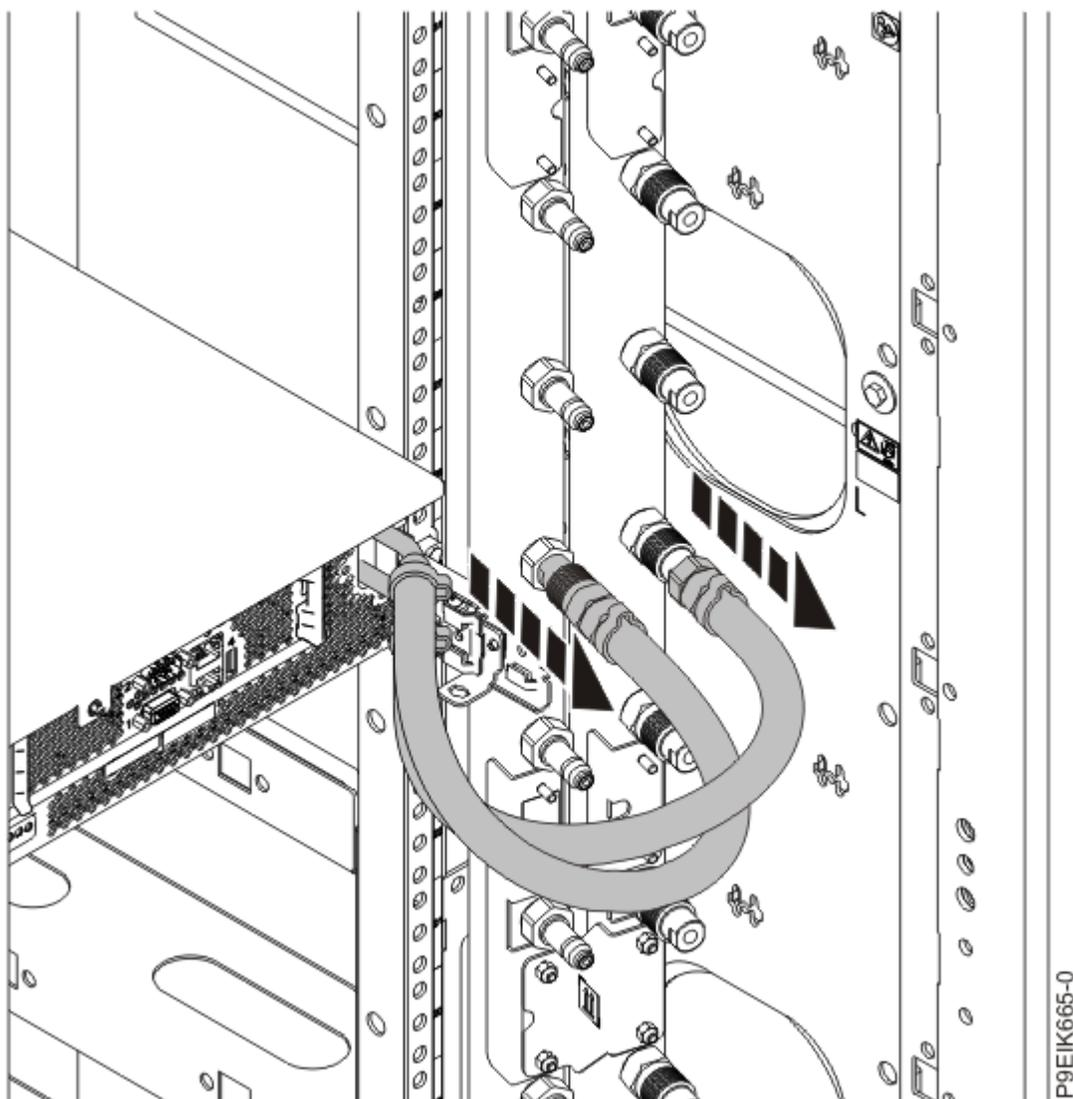

図 65. 冷却水ホースの切り離し
2. 水冷システムの場合、マニフォールドの位置で冷却水ホースにラベルを付け、ホースを切り離します。連結部を手前に引いて、冷却水ホースを切り離してください (109 ページの図 65 を参照)。